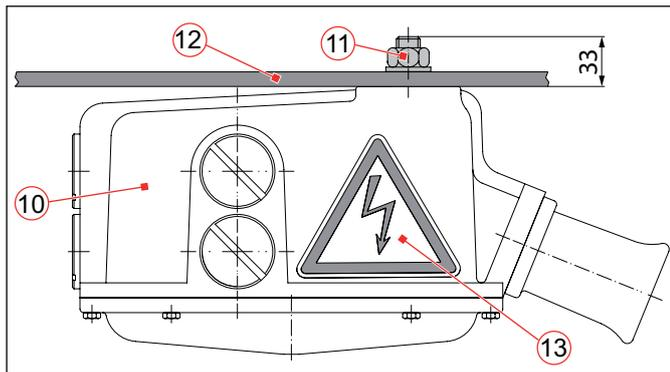

Abb. 21: Kabelabzweigkasten (10) mit Muttern (11) an die Traverse (12) montieren und Warnschild (13) aufkleben
- ▶ Den Kabelabzweigkasten (**Abb. 21 / 10**) mit 2 Muttern M16 inkl. Schraubensicherungselementen (11) von unten an der vorbereiteten Traverse (12) festschrauben.